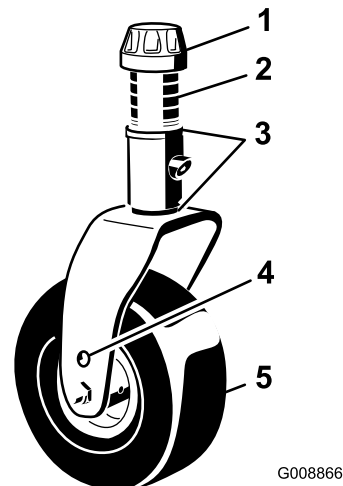
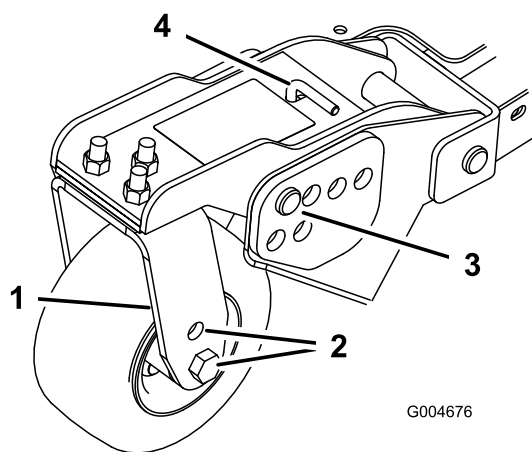
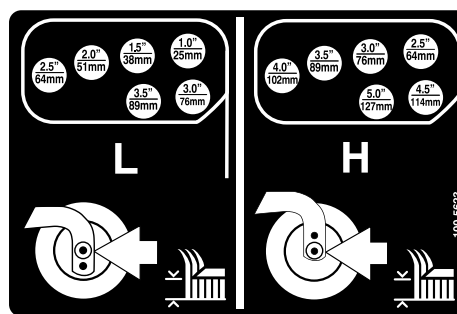

Figure 18
Figure 20
Figure 21
1. Placez les essieux des roues pivotantes dans les mêmes trous sur toutes les fourches (Figure 18 et Figure 20).
2. Enlevez le chapeau de tension de l'axe de pivot et sortez l'axe du bras pivotant (Figure 18).
6. Enlevez la goupille fendue et les axes de chape des bras pivotants (Figure 20).
7. Tournez la tige de tension pour élever ou abaisser le bras pivotant jusqu'à ce que les trous soient en face de ceux du support de hauteur de coupe sélectionnés dans le cadre du plateau de coupe (Figure 20 et Figure 21).